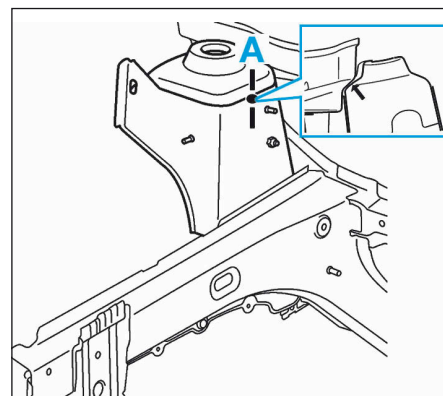

FIG.28
- le bord et le détail d'accostage (Fig.28).